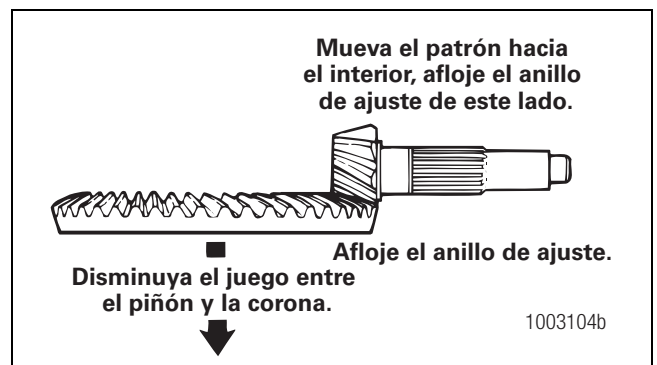

Figura 5.75
- B. Aumente el juego para mover los patrones de contacto hacia la parte exterior de los dientes de la corona. Figura 5.75.